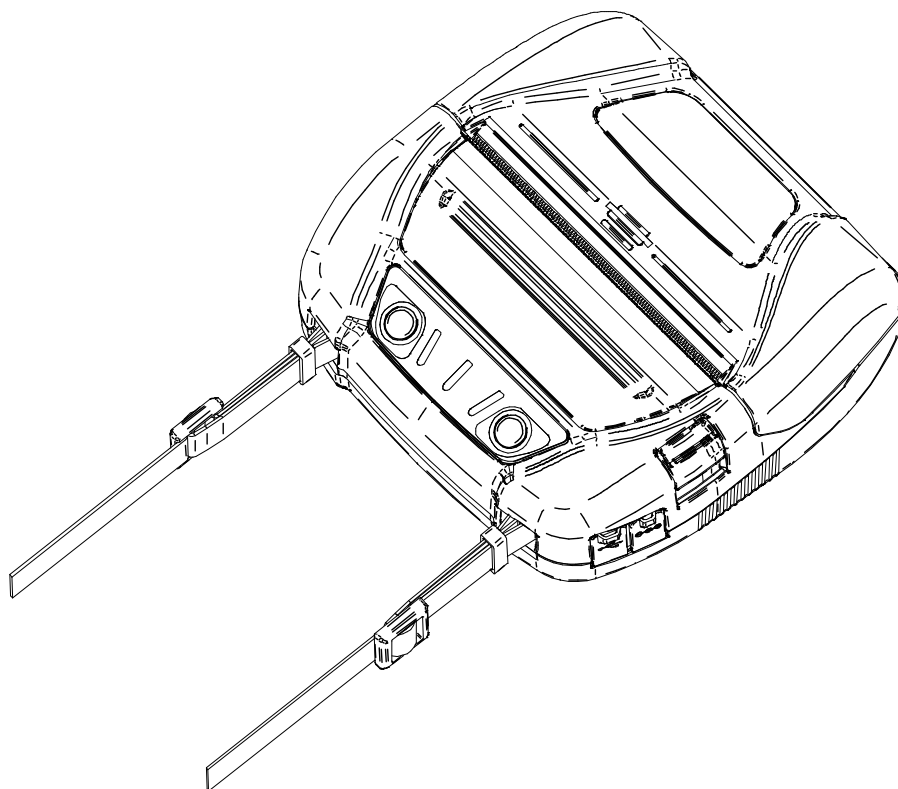

Figura 14-8 Instalação da alça de ombro (5)
- (5) Como mostrado na Figura 14-8, instalar o outro lado da alça de ombro com os mesmos procedimentos descritos (1) a (4).